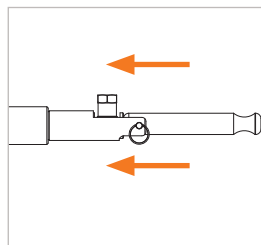

Figure 7
- ▶ Déplacez légèrement le connecteur en direction de la pièce d'essai (Figure 7). Les mâchoires de serrage s'ouvrent. La connexion à la pièce d'essai est ainsi desserrée et le connecteur peut être retiré en position droite par l'arrière.